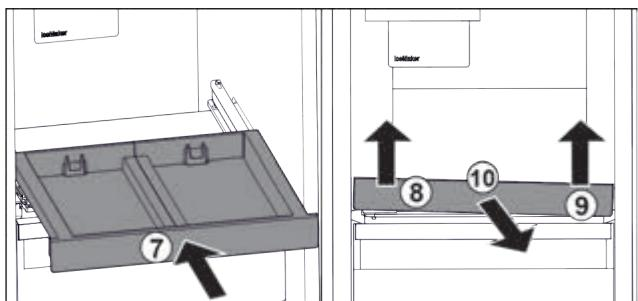

Fig. 86
- Вставити витяжну панель. Fig. 86 (7)
- Підняти витяжну панель спереду ліворуч. Fig. 86 (8)
- Підняти витяжну панель спереду праворуч. Fig. 86 (9)
- Витяжну панель витягнути вперед. Fig. 86 (10)